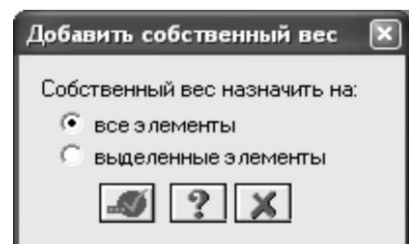

Рис.8.14. Диалоговое окно Добавить собственный вес
- С помощью меню **Нагрузки** ⇒ **Добавить собственный вес** вызовите диалоговое окно **Добавить собственный вес** (рис. 8.14).